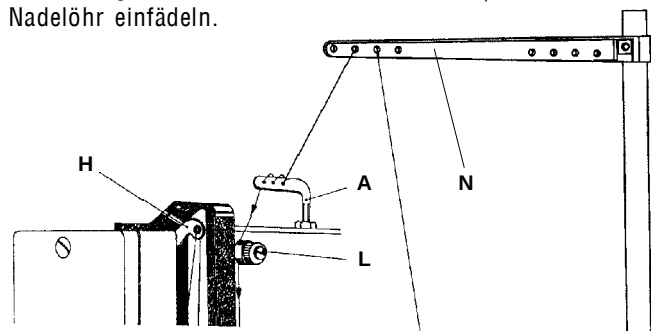

Abb. 1
6.1 Oberfadeneinfädeln (Abb. 1, 2)
6.4 Einstellung der Oberfadenspannung (Abb. 1, 2, 5)
Wenn die Maschine mit einem Fadenabchneider ausgestattet ist (Ausführung -105) muß man für seine ordentliche Funktion eine erhöhte Aufmerksamkeit der Einstellung der Fadenspannung widmen. Man muß auch den Hilfsspanner (L, Abb.1) einstellen, der durch seine Funktion die Länge des Oberfadenendes beeinflusst, die nach dem Fadenabschnitt aus dem Nadelöhr hervorragt. Beim richtigem Einstellen des Fadenspanners ist die Qualität der Anfangsstiche gut und es kommt zu keinen Fadenausfädeln aus der Nadel vorkommt. Bei einer höher eingestellten Spannung des Hilfsspanners wird das Fadenende kürzer sein (Die Nahtanfänge haben eine höhere Qualität), man erhöht aber die Gefahr, daß eine solche Länge nicht genügend zur Wiederaufnahme des weiteren Nähens sein wird, wenn der Faden sich aus dem Nadelöhr herauszieht. Im Gegenfall, nämlich bei einer zu kleinen Spannung werden sich die Enden unnötig verlängern, was die Qualität des Nahtanfanges an der Rückseite des genähten Materials verschlechtert.